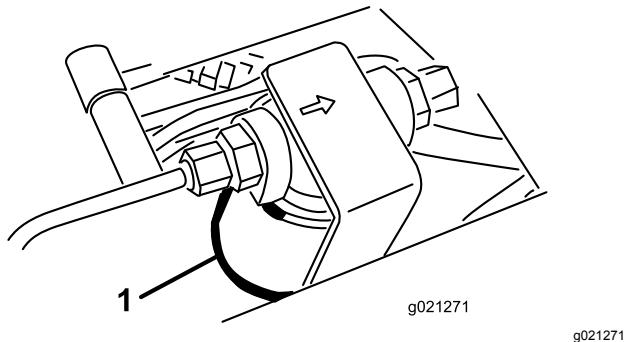
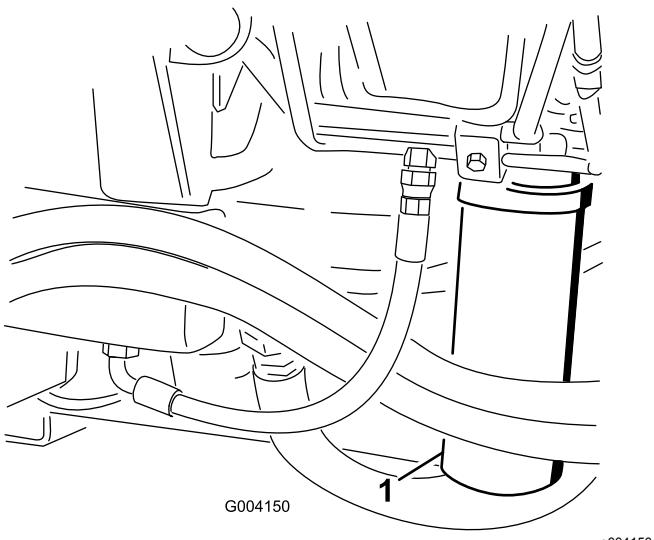

Figura 92
Figura 93
2. Limpie la zona alrededor de la zona de montaje del filtro y coloque un recipiente debajo del filtro (Figura 92 y Figura 93).